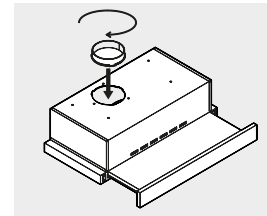

Figura 3
- Fije a la campana la tapa de la salida al ducto de ventilación que viene incluida con el producto, girándola en el sentido de las agujas del reloj. (figura 3)